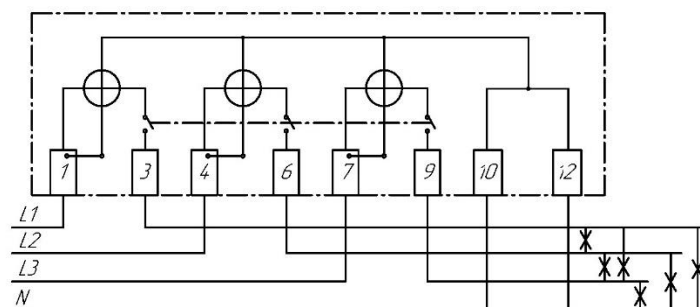

Рисунок 6 – Схема подключения счетчика НАРТИС-И300-W131
4.7 Ослабить винты клемм подключения фазного и нулевого проводов и вставить провода в отверстия клемм, согласно схеме подключения (рисунок 6). Не допускается попадание в зажим клеммы участка провода с изоляцией. Не допускается подключать провода внахлест друг на друга.